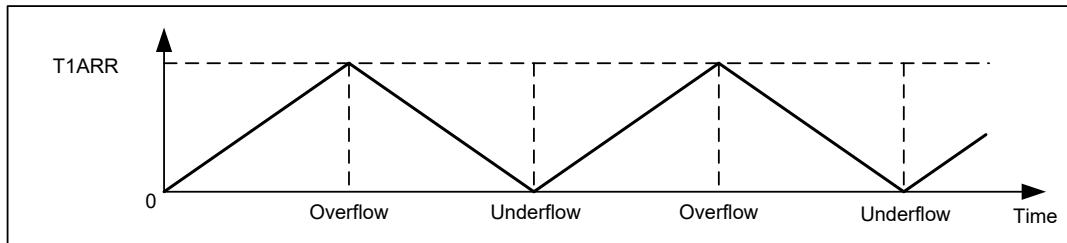
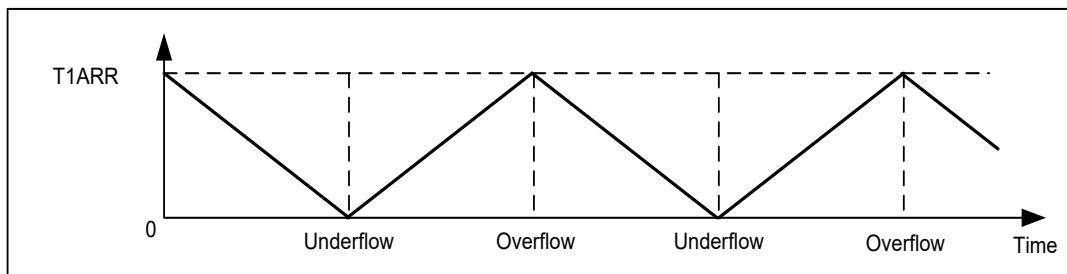

图 7-7 中央对齐模式 (T1DIR 初始化为 0)
图 7-8 中央对齐模式 (T1DIR 初始化为 1)
- **中央对齐模式(向上/向下计数, $T1CMS \neq 00$)**: 计数初始方向取决于 T1DIR 寄存器值(如图 7-7 和图 7-8 所示), 计数初始值为 T1CNT。如果 T1DIR 初始化为 0, 计数器从 T1CNT 开始向上计数, 当 $T1CNT = T1ARR$ 时, 产生上溢事件; 然后计数器从 T1ARR 值开始向下计数, 当 $T1CNT = 0$ 时, 产生下溢事件; 而后从 0 开始向上计数, 计数器不断重复上述过程。